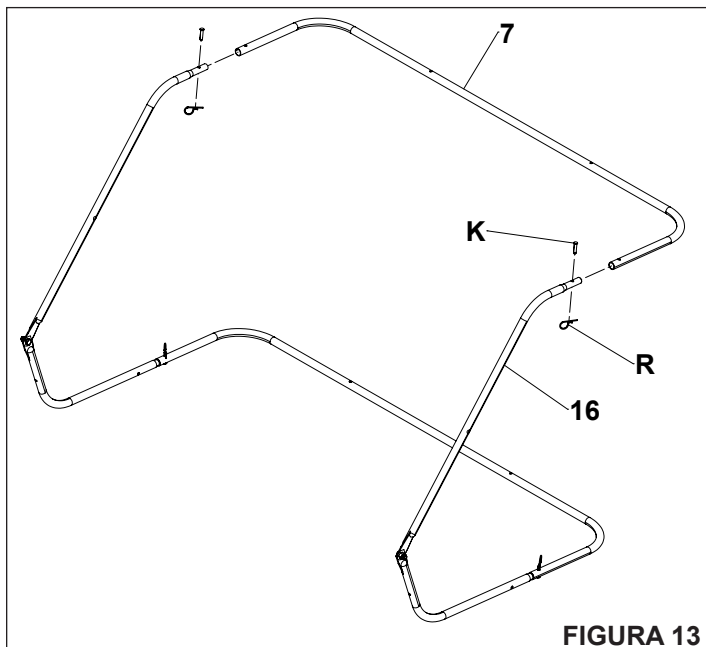

FIGURA 13
PASO 13: (VEA LA FIGURA 13)
- Inserte la parte superior frontal de la tolva (16) en el tubo superior de la tolva (7) y alinee los orificios de montaje.
- Asegure los tubos utilizando la chaveta de horquilla (R) y el pasador de horquilla (K).